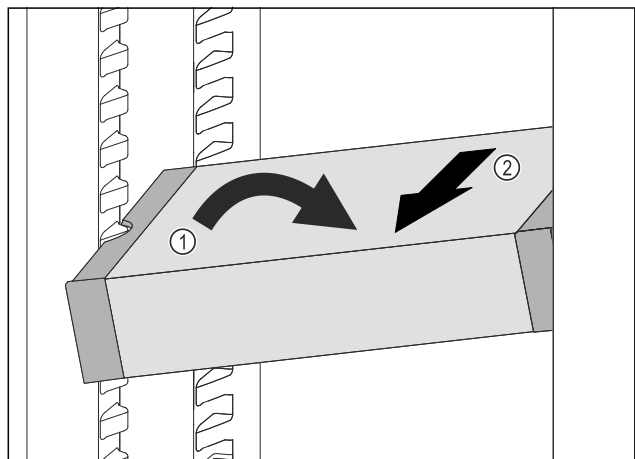

Fig. 133
- ▶ VarioSafe im Kühlteil schräg stellen. Fig. 133 (1)
- ▶ VarioSafe nach vorne entnehmen. Fig. 133 (2)